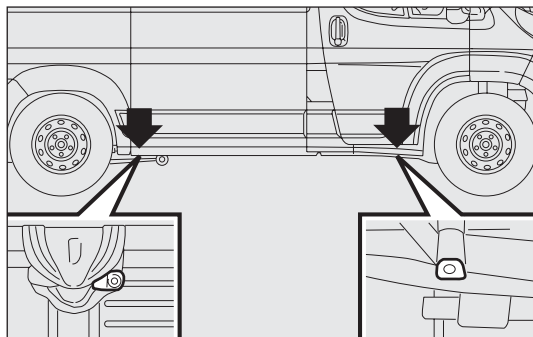
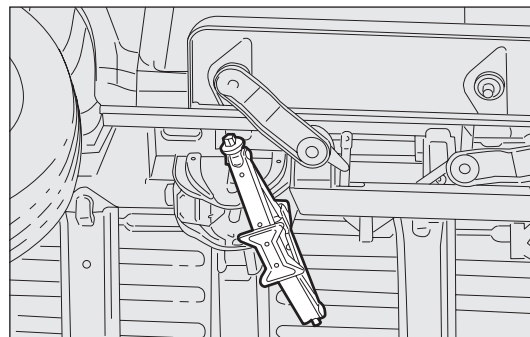

fig. 165
fig. 166
- zet de krik onder de kriksteun zo dicht mogelijk bij het te verwisselen wiel, bij de in fig. 165 aangegeven punten. Bij uitvoeringen met korte wielbasis met uitschuifbaar opstapje, moet de krik geplaatst worden op het in fig. 166 aangegeven punt en zo geplaatst worden (45°) dat de krik niet in aanraking komt met het opstapje;